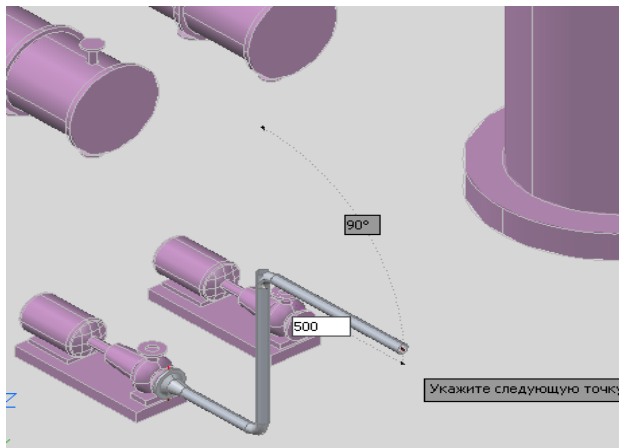

Рис. 78
- Далее разместите горизонтальный участок трубы длиной **500 мм** в направлении, показанном на Рис. 78.